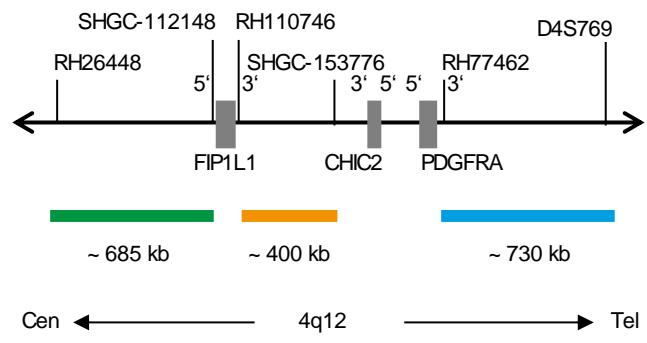

Fig. 1: SPEC PDGFRA/FIP1L1 Mapa da sonda (sem escala)
- Polinucleótidos (~10.0 ng/μl) com marcação ZyGreen (excitação 503 nm/emissão 528 nm), dirigidos ao mapeamento de sequências alvo em 4q12* (chr4:53,552,536-54,238,252) proximais à região de quebra do FIP1L1 (ver Fig. 1).
- Polinucleótidos (~4.5 ng/μl) com marcação ZyOrange (excitação 547 nm/emissão 572 nm), dirigidos ao mapeamento de sequências alvo em 4q12* (chr4:54,351,156-54,749,671) proximais à região de quebra do PDGFRA (ver Fig. 1).
- Polinucleótidos (~37 ng/μl) com marcação ZyBlue (excitação 418 nm/emissão 467 nm), dirigidos ao mapeamento de sequências alvo em 4q12* (chr4:55,185,968-55,915,442) distais à região de quebra do PDGFRA (ver Fig. 1).